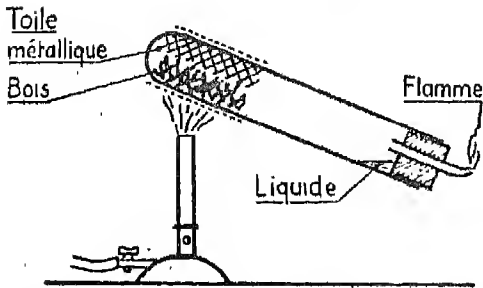

Fig. 1. — Décomposition du bois par la chaleur. Le bois, fortement chauffé, fournit des gaz combustibles, un liquide goudronneux et du charbon.
3. Distillez de la sciure de bois sec (ou de petits bouts d'allumettes) comme vous avez distillé de la houille l'an passé (fig. 1). — Observez, décrivez, expliquez.
Le bois vert est un mauvais combustible, car il renferme trop d'eau. Le bois sec au contraire s'enflamme facilement : car il se décompose sous l'action de la chaleur : il donne des gaz combustibles qui en brûlant forment les flammes, et du charbon ou braise qui brûle sans flamme et laisse des cendres pour résidu (fig. 1).